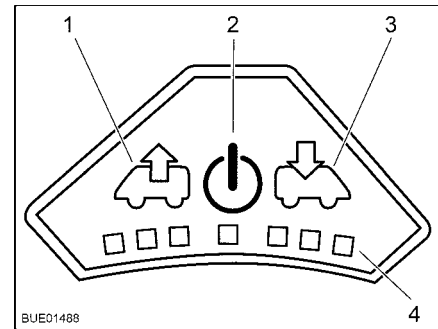

Bild 116 Bedienfeld des Ventilators
- Einschalten:** ■ Taste Ein/Aus (Bild 116,2) drücken. Der Ventilator läuft im Komfortmodus (Entlüften mit niedrigster Ventilatorzahl).
- Um die Ventilatorzahl zu erhöhen: Taste Entlüften (Bild 116,1) drücken. Die Ventilatorzahl in Entlüftungsrichtung nimmt um eine Stufe zu. LEDs (Bild 116,4) zeigen die Schaltstufen an.
- Um die Ventilatorzahl zu verringern: Taste Belüften (Bild 116,3) drücken. Die Ventilatorzahl nimmt um eine Stufe ab.
- Um die Ventilatorzahl zu erhöhen: Taste Belüften (Bild 116,3) drücken. Die Ventilatorzahl in Belüftungsrichtung nimmt um eine Stufe zu. LEDs (Bild 116,4) zeigen die Schaltstufen an.
- Um die Ventilatorzahl zu verringern: Taste Entlüften (Bild 116,1) drücken. Die Ventilatorzahl nimmt um eine Stufe ab.
- Taste Ein/Aus (Bild 116,2) drücken. Der Ventilator stoppt, die LEDs erlöschen.